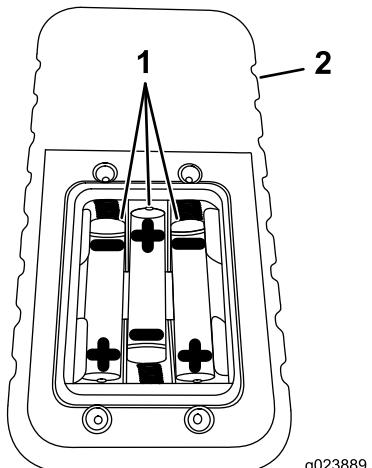

Figura 61
4. Instale 3 baterías AAA nuevas con la orientación indicada en Figura 61.